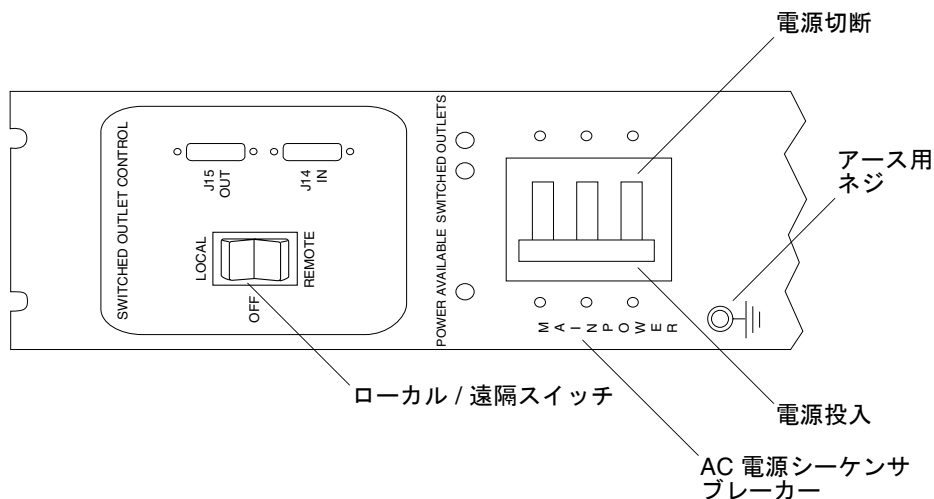

図 4-3 電源シーケンサのコントロールパネル
1. 各 AC 電源シーケンサのブレーカーがオフの位置になっていて、各電源シーケンサのローカル / オフ / 遠隔スイッチがローカルの位置になっていることを確認します (図 4-3)。